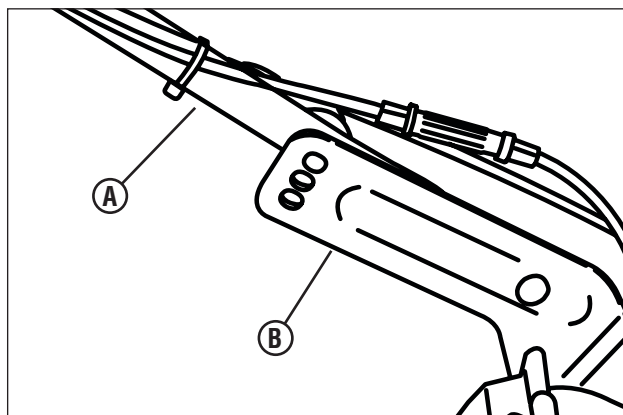

Figure 5 : Réglage de la hauteur de la poignée
1. Déposer les manettes et les boulons qui maintiennent le bas du poignée (**A**, **Figure 5**) sur les supports de fixation (**B**).